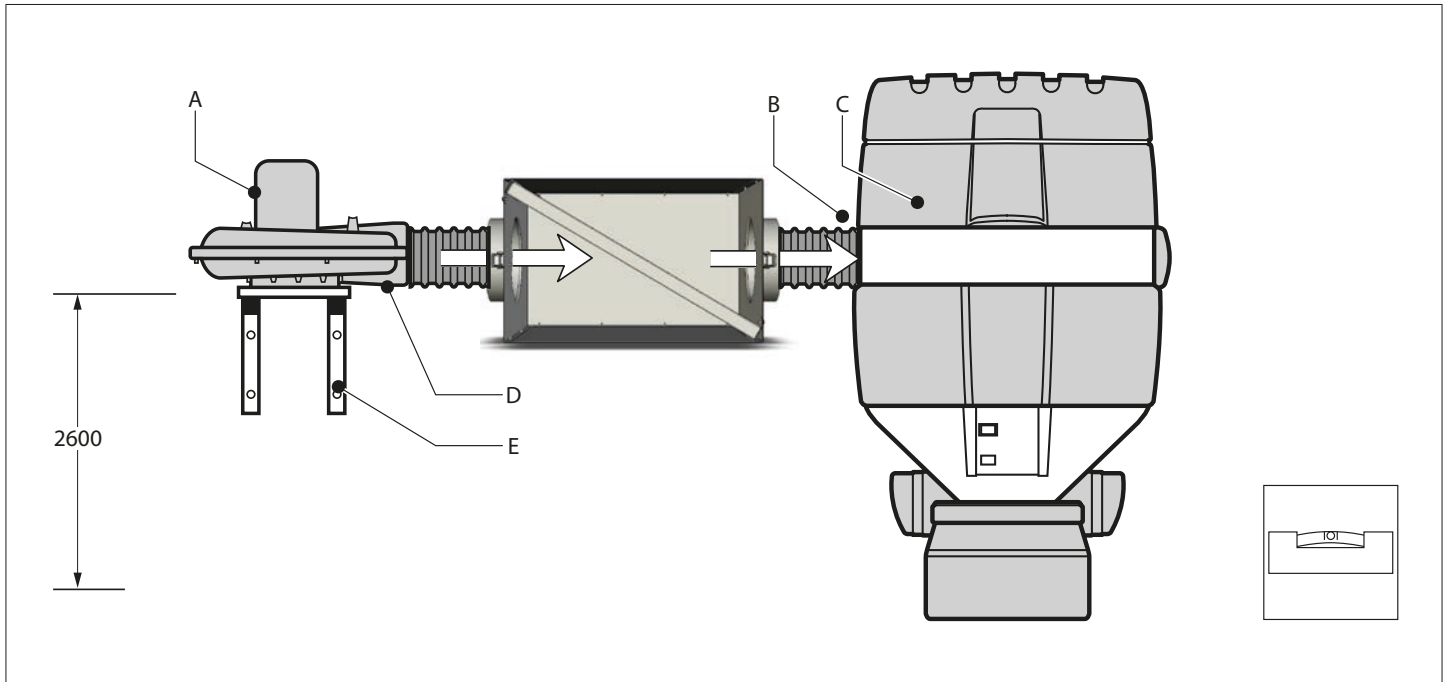
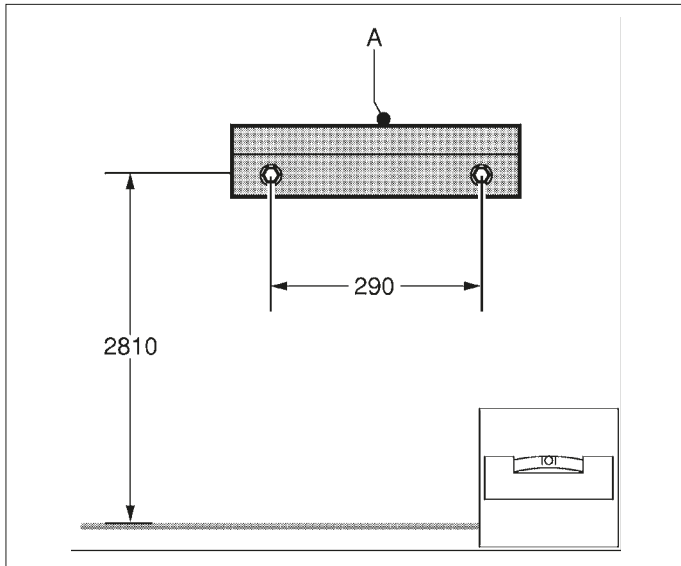

Fig. 4.1
Fig. 4.2
Monteer de SFS (Fig. 4.1 C) zodanig dat de inblaasopening (Fig. 4.1 B) horizontaal in één lijn ligt met de uitblaasopening (Fig. 4.1 D) van de afzuigventilator. In de standaardopstelling wordt de SFS rechts van de afzuigventilator (Fig. 4.1 A) geplaatst. Zie Fig. 4.2 voor de advieshoogte van de wandbevestigingsbeugel. Voor montage van de (NMB of TNB) wandbevestigingsbeugels (Fig. 4.1 E) en de afzuigventilator, zie de betreffende handleidingen.
Controleer -alvorens de wandbevestigingsbeugel (Fig. 4.2 A) te monteren- of de muur sterk genoeg is. Het nettogewicht van de SFS is ca. 85 kg. Let bij het boren op eventueel aanwezige gas-, water- en elektriciteitsleidingen. Plaats de SFS niet op plaatsen waar deze is blootgesteld aan trillingen of aan warmtestraling afkomstig van warmtebronnen. Respecteer de eerder vermelde omgevingscondities.
- Monteer de wandbevestigingsbeugel (Fig. 4.2 A). Zie Fig. 4.2 voor de advieshoogte en de boormaten. De aangegeven advieshoogte is van toepassing indien de afzuigarm op 2.600 mm wordt gemonteerd en de SFS horizontaal in één lijn ligt met de uitblaasopening van de afzuigventilator. Zorg voor voldoende ruimte (min. 700 mm) aan de bovenzijde; bij het vervangen van het filter moet immers de filterkap worden gedemonteerd.